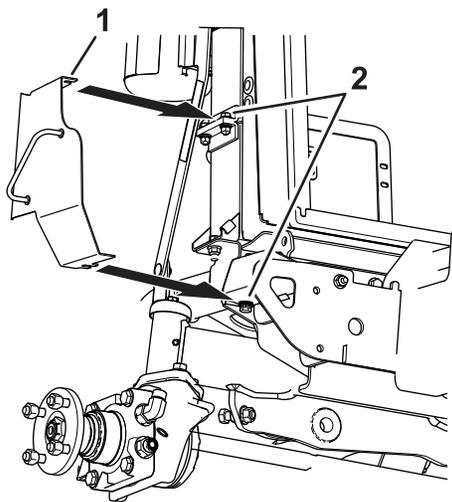

Figura 14
12. Afloje los pernos en el lado del radiador (Figura 14).
13. Deslice el conjunto del soporte del protector del enfriador izquierdo bajo los cabezales del perno en el soporte del radiador y el parachoques (Figura 14).